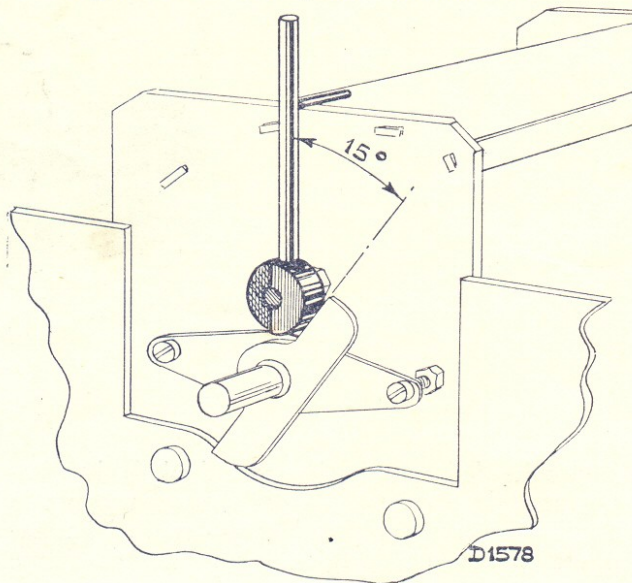

Fig. 5
2. Placer un calibre de 15° (fig. 5) et tourner le condensateur d'accord contre le calibre de façon à lui donner la plus faible capacité.